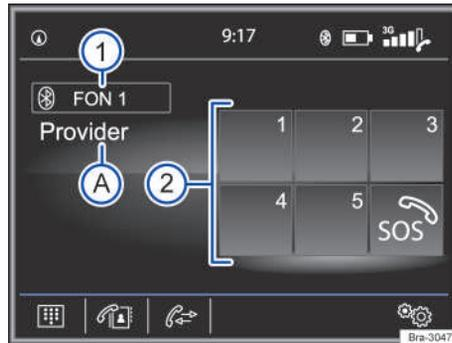

Fig. 176 Menú principal PHONE.
Los favoritos (teclas de marcado rápido) → fig. 176 ① pueden ocuparse con una entrada de la lista de contactos.